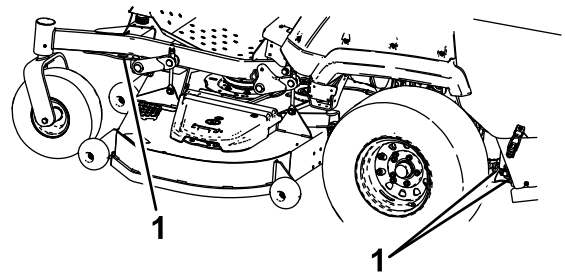

Figura 35
6. Amarre la máquina junto a las ruedas giratorias delanteras y el bastidor trasero con correas, cadenas, cables o cuerdas (Figura 35). Consulte la normativa local respecto a los requisitos de amarre.